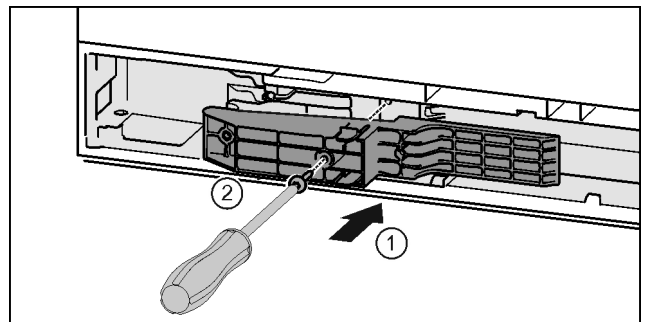

Fig. 45 *
- ▶ Umetnite adapterski element na strani ručke u otvor. Fig. 45 (1)*
- ▶ Odvijačem T15 čvrsto pritegnite vijke. Fig. 45 (2)*